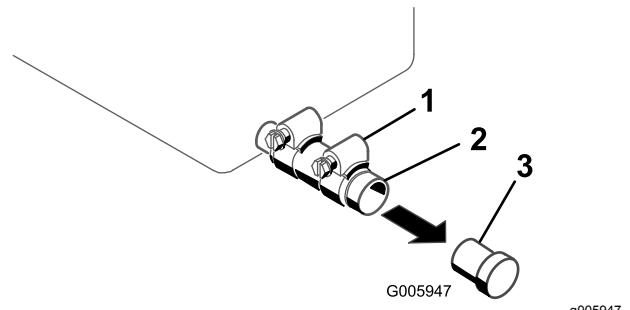

Bild 30
4. Stellen Sie eine Auffangwanne unter das Ölabblassrohr (Bild 30).
5. Lösen Sie die Klemme und nehmen Sie die Ablassschraube ab (Bild 30).